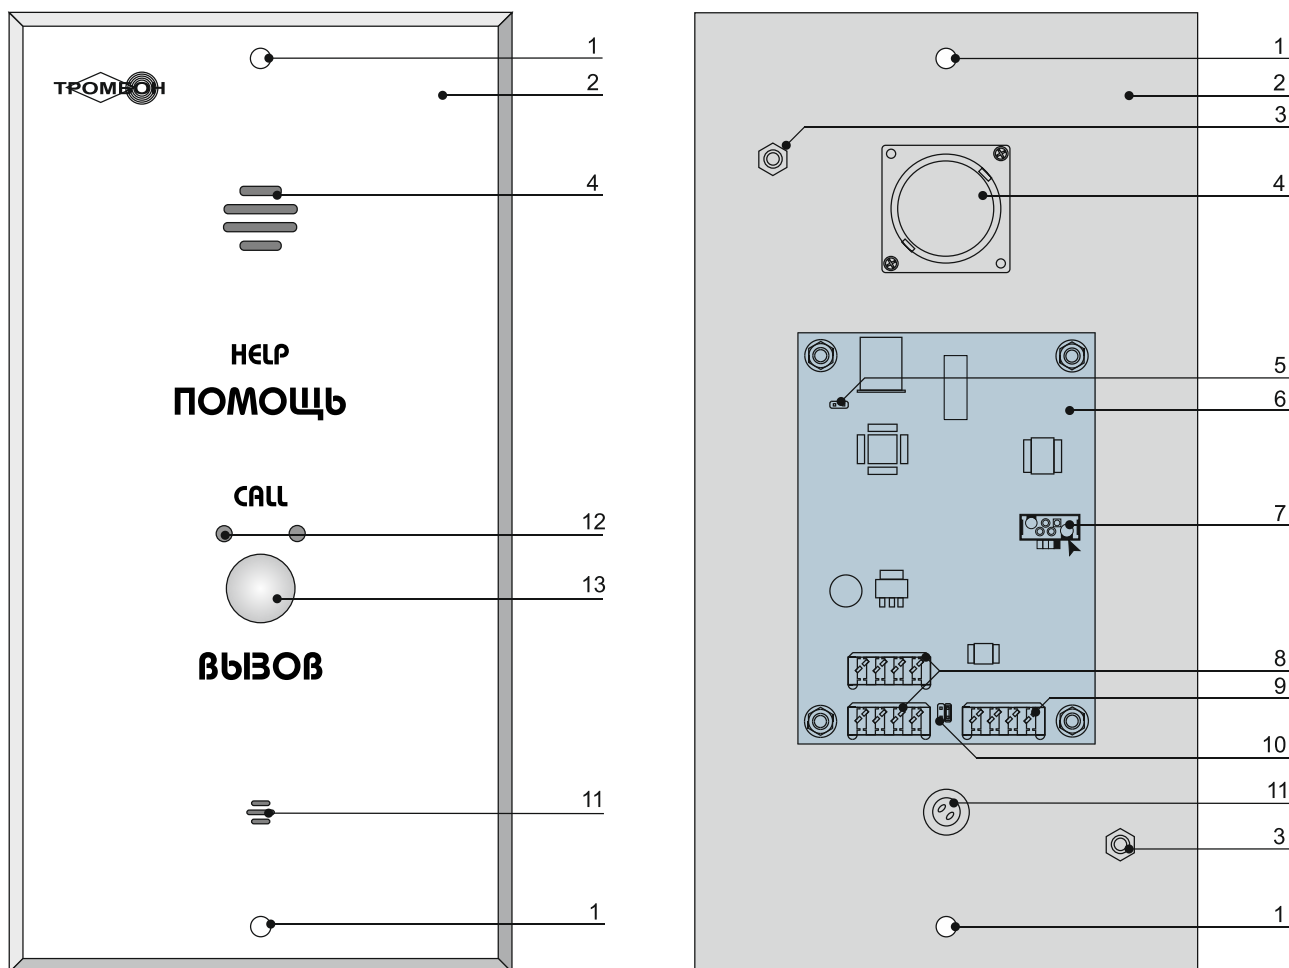

Рис. 1. Внешний вид «Тромбон – СОРС-АВУ» и вид на АВУ сзади, со снятой крышкой.
2). Снимите крышку АВУ. Подключите к разъемам рис. 1, поз. 8 линии связи с ЛБС и другими АВУ системы. АВУ подключаются к линии связи с ЛБС последовательно, соединений типа «звезда» на одной линии не допускается. Для удобства подключений АВУ имеет два разъема, контакты которых соединены параллельно. К одному разъему подключается линия связи от ЛБС или предыдущего АВУ в линии, ко второму – линия связи со следующим АВУ. Схема подключения указана в приложении 2.
3). Включите согласующие резисторы у последних АВУ в каждой линии. Включение резистора выполняется перестановкой перемычки рис. 1, поз. 10 на левую пару контактов.
4). Подключите к разъему рис. 1, поз. 9 устройства помощи МГН. Схема подключения представлена в приложении 3.
5). Подключите кабель от микрофона и динамика к соответствующему разъему на плате АВУ, см. рис. 1, поз. 7.
б). Наденьте на стойки, см. рис. 1, поз. 3 крышку АВУ. Подключите к одной из стоек экранирующую оплетку кабеля линии связи с ЛБС. Закрепите крышку АВУ профильными гайками.
При изменении конфигурации системы или установке в систему ранее использованного АВУ, необходимо выполнить смену его адреса на заводской (по умолчанию). Только после этого возможно запрограммировать это АВУ в систему. Для смены адреса на заводской необходимо на клеммы АВУ рис. 1